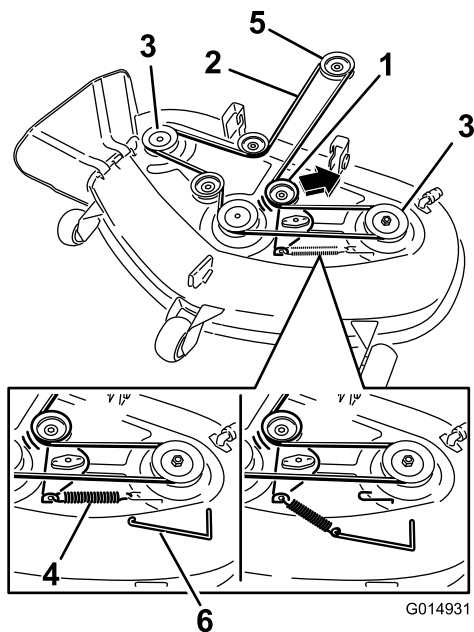

Figura 64
5. Usando una herramienta para la retirada de muelles (Pieza Toro N° 92-5771), retire el muelle tensor del gancho de la carcasa para eliminar la tensión de la polea tensora, y retire la correa de las poleas (Figura 64).
6. Pase la correa nueva alrededor de las poleas del motor y del cortacésped (Figura 64).
7. Usando una herramienta para la retirada de muelles, instale el muelle tensor sobre el gancho de la carcasa y tense la polea tensora y la correa del cortacésped (Figura 64).